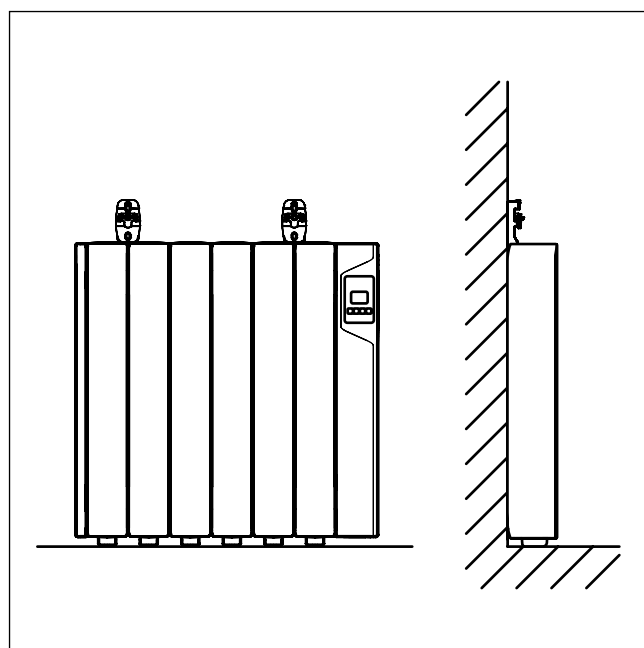

Figure 1
- Poser l'émetteur sur le sol et contre le mur comme indiqué sur la figure 1, situer les supports d'accroche sur le mur (en modèles 3, 4, 6, et 8 éléments) entre le premier et second élément. Pour les modèles 10, 12 et 13 entre le second et troisième élément; afin que les masses de poids soient bien réparties.